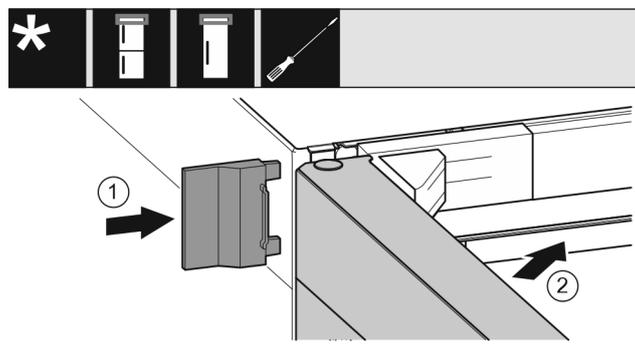

Fig. 24
- ▶ Applicare la copertura esterna Fig. 24 (1).
- ▶ Chiudere la porta superiore Fig. 24 (2).